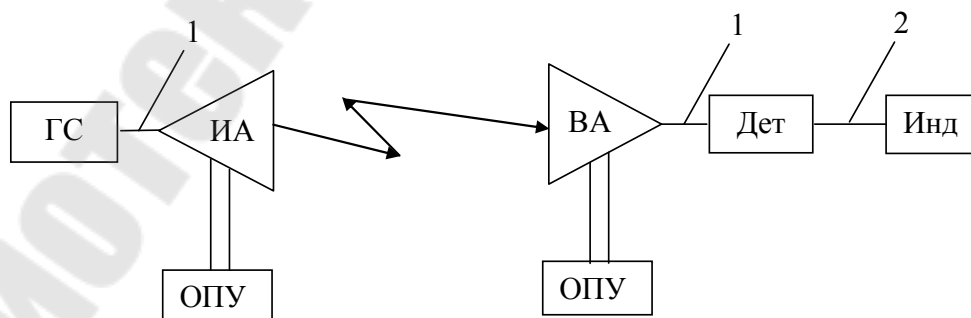

Рис. 1.4. Блок-схема измерения амплитудной ДН антенны непосредственно по измерительному прибору
Одна из возможных блок-схем первого способа показана на рис.1.4.
По блок-схеме рис.1.4 считывание ДН производится непосредственно по шкале указателя измерительного прибора. При этом обычно характеристику детектора полагают квадратичной. Тогда показания прибора пропорциональны мощности электромагнитного поля, и для перехода к значениям напряженности поля необходимо из показаний прибора извлекать квадратный корень. Для измерения малых боковых лепестков можно использовать ступенчатый аттенюатор измерительного прибора. При точных измерениях ДН необходимо знать характеристику детектора, то есть зависимость показаний измерительного прибора от величины напряженности (мощности) поля на входе детектора. Эта зависимость определяется экспериментально для тех же детекторной секции и измерительного прибора, которые будут применяться при измерении ДН.
Градуировочная кривая детектора может быть измерена по блок-схеме рис.1.4 с включенным между генератором сигнала и передающей антенной (или между приемной антенной и детектором) калиброванного аттенюатора.
2. Измерить амплитудную ДН исследуемой антенны в плоскостях векторов \vec{E} и \vec{H} путем непосредственного отсчета по измерительному прибору. Блок-схема измерений приведена на рис.1.4. Высокочастотный генератор работает в режиме внутренней импульсной модуляции. Несущая частота задается преподавателем.